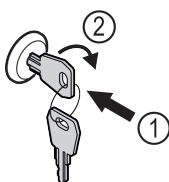

Fig. 123
- Paina avain lukkoon Fig. 123 (1).
- Kierrä avainta 90° myötäpäivään Fig. 123 (2).